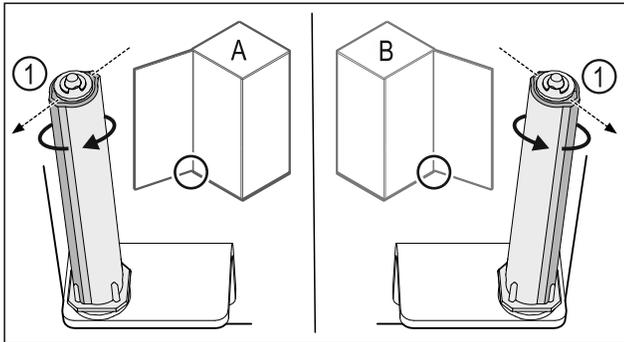

Fig. 45 Butée gauche (A) / butée droite (B)
- ▶ Tourner le système de fermeture contre la résistance jusqu'à ce que l'arête du système de fermeture Fig. 45 (1) soit tournée vers l'extérieur.